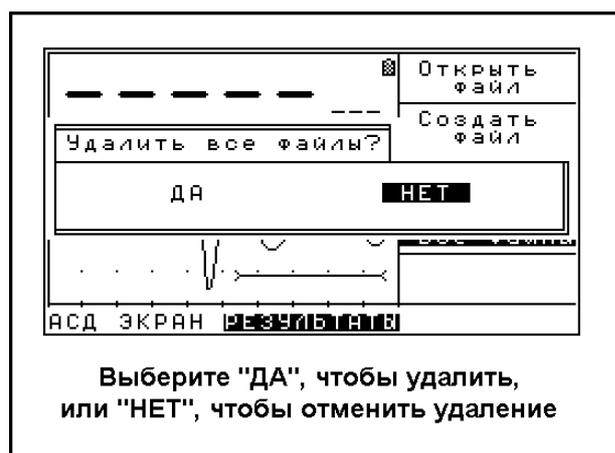

Рис. 4.8. Подтверждение удаления всех файлов.
**Шаг 3:** Нажимая или , выберите параметр "Удалить все файлы". Нажмите . Прибор выдаст на экран запрос о подтверждении на удаление всех файлов (рис. 4.8).